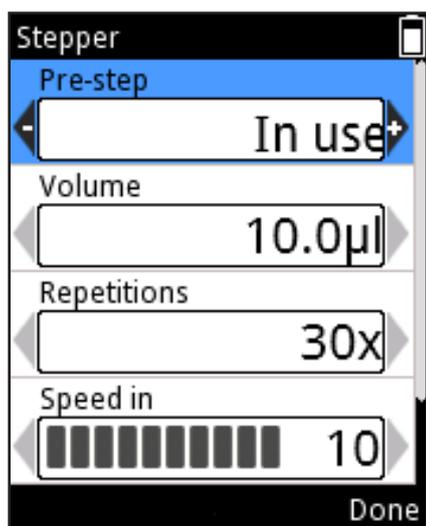

图 D23.
6. 预步骤是额外分液步骤，可以改善使用某些液体的结果。预步骤的默认设置为“使用中”，但可以更改为“未使用”。滚动至 Pre-step (预步骤) 然后利用 ， 更改设置 (图 D23)。